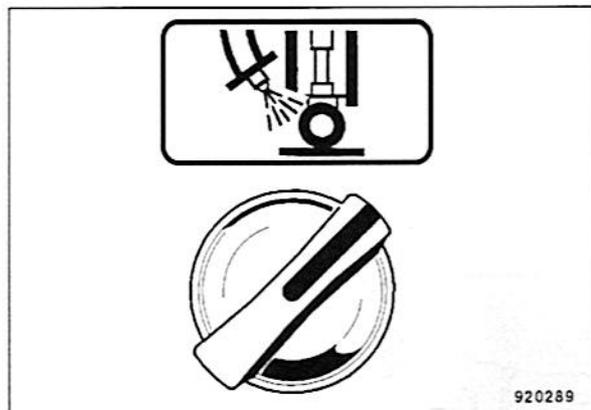

Fig. 93
- Girar el conmutador giratorio para rociado del cortador de cantos (Fig. 93) hacia la derecha.